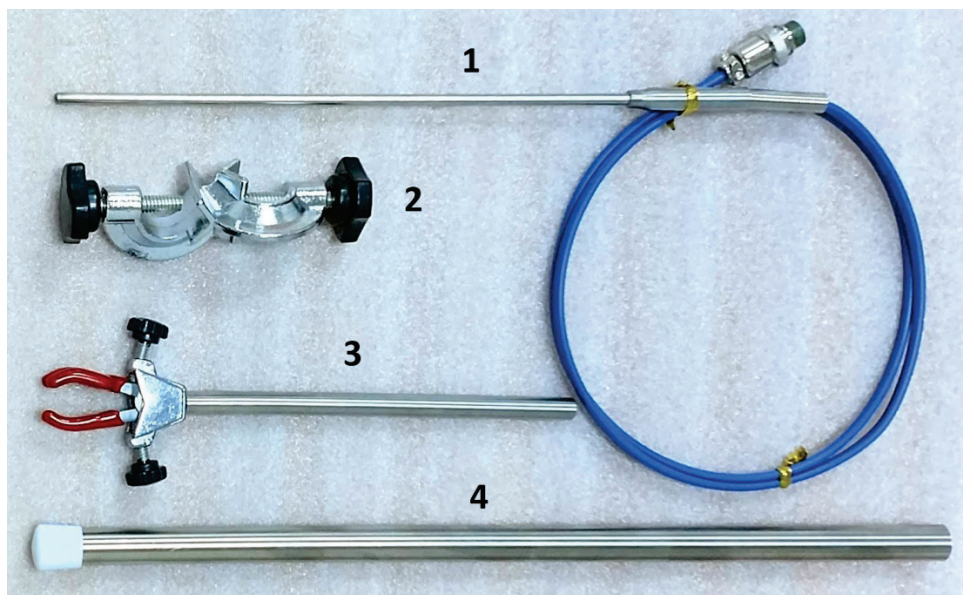

Рисунок 1
В состав комплекта кроме самого датчика входят принадлежности для его крепления к корпусу колбонагревателя (Рисунок 1).
- 2.2. Температурный датчик (Рисунок 1, поз. 1):
- 2.3. Зажим для крепления держателя (Рисунок 1, поз. 2):
- 2.4. Держатель трёхпалый (Рисунок 1, поз. 3):
- 2.5. Стойка (Рисунок 1, поз. 4):